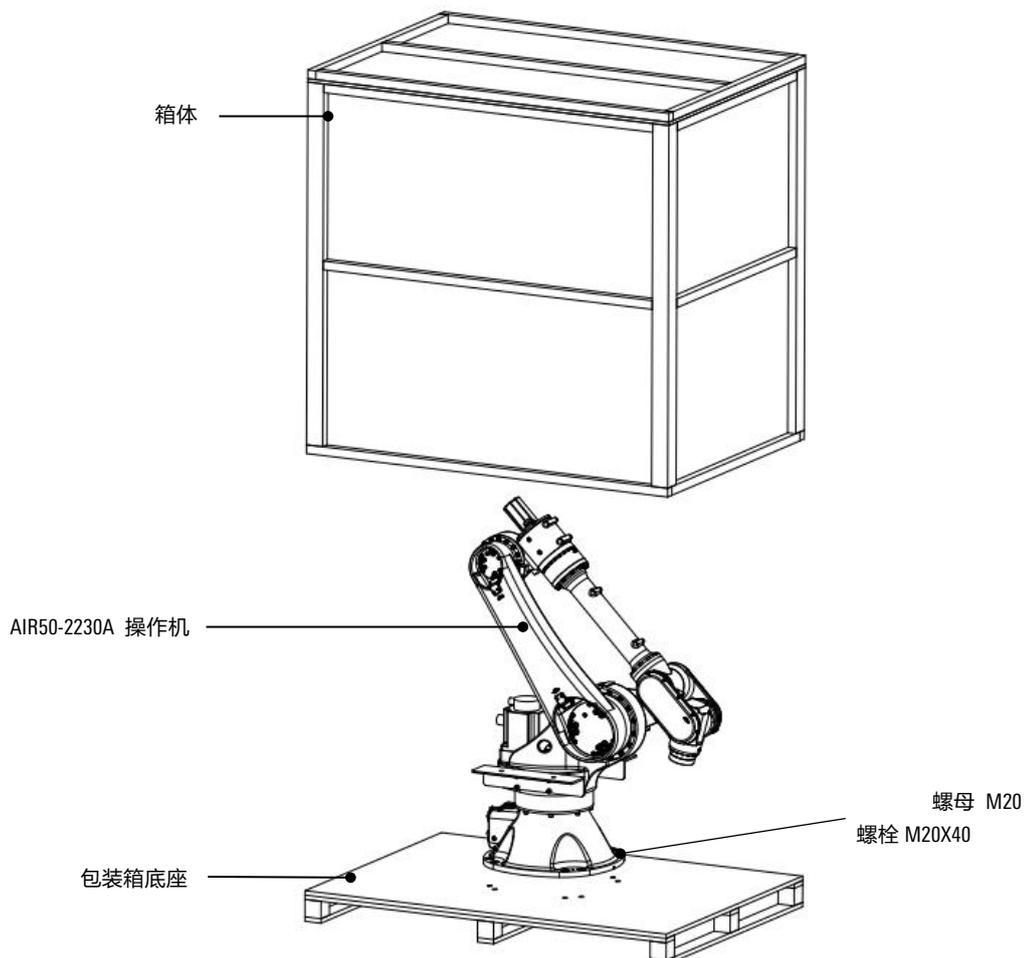

图 3-2 AIR50-2230B 操作机包装箱的构成
如图 3-2 所示，AIR50-2230B 操作机的包装箱由箱体和底托两部分构成。
- 步骤2.** 按照上图 3-2 所示位置，将 AIR50-2230B 操作机搬运至底托中心位置，使用内六角扳手拧紧连接 AIR50-2230B 操作机、底托、末端支撑件的 M20 螺钉、垫片和 M20 螺母，即可将操作机与底托固定。
- 步骤3.** 按照上图 3-2 所示位置，将箱体放置在底托上，使用扳手拧紧将箱体和底托的螺钉、垫片和螺母，即可将箱体和底托固定。